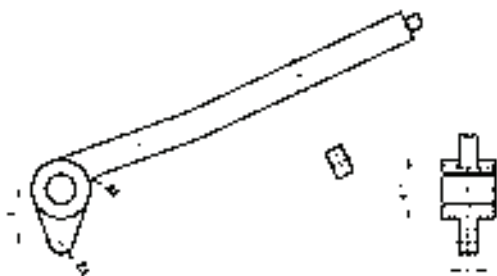

图 6-52 标注半径尺寸
4) 标注半径尺寸。单击“标注”工具栏中的“半径”按钮，标注圆弧半径尺寸，结果如图 6-52 所示。